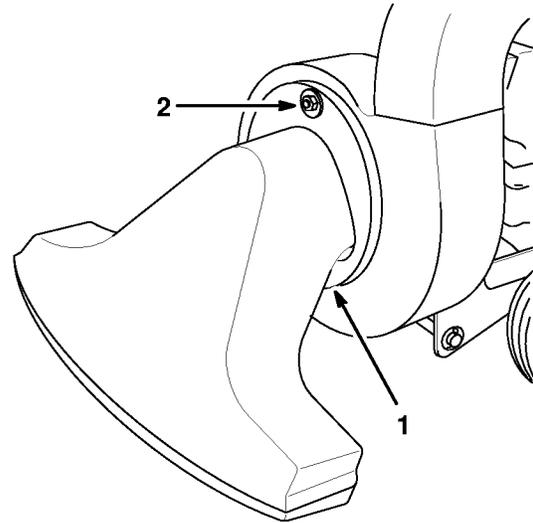

Abbildung 9
2. Die Ansaugdüse am Gebläse mit Unterlegscheibe und Mutter befestigen (Abb. 9).
3. Den Verschuß vom Kurbegehäuse entfernen (Abb. 9).